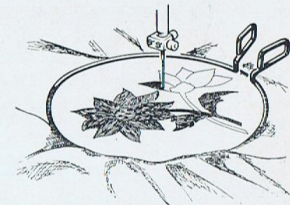

Abb. 55
- Beide Fäden hält man während der ersten paar Stiche fest. Der Rahmen wird während des Nähens langsam und rhythmisch bei jedem Austritt der Nadel aus dem Stoff bewegt (Abb. 55).